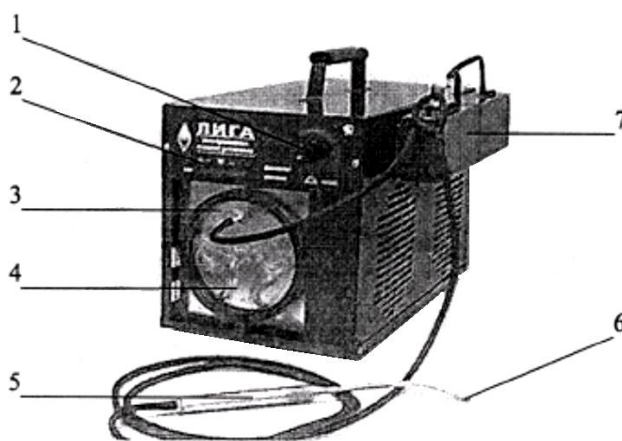
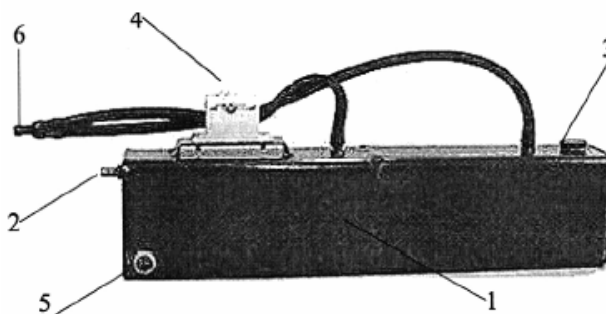

Рис. 1. Внешний вид установки «Лига»
Рис. 2. Внешний вид охладителя-обогапителя.
4.8. Не допускается работа устройства при включенном регуляторе 1 (Рис. 1) и не зажженной горелке.
5.1. Внешний вид установки приведен на **рис. 1**.
Это устройство позволяет дозировать с помощью колеса-регулятора **4** (рис. 2) вводить в газовую смесь пары летучих углеводородов (бензол, бензин, ацетон, спирт и т.п.). Полученная газовая смесь по шлангам поступает в горелку **5** (рис. 2), оснащенную встроенным «сухим» пламегасителем. Количество произведённой газовой смеси, а значит сила пламени, регулируется **регулятором тока**. Если производительность установки не соответствует диаметру сопла горелки или засорены газовые магистрали, то внутри электролизёра увеличивается давление. При превышении давления над 0,4 атм. срабатывает датчик давления, который выключает ток через электролизер, подает непрерывный звуковой сигнал, при этом загорается крайний правый светодиод.
5.2 Внешний вид охладителя-обогапителя приведен на рис. 2.
- 7.1. Ручку регулятора тока 1 (см. рис. 1) вывести в крайнее левое положение (против часовой стрелки).
- 7.3. Заправить охладитель-обогащитель (если это необходимо для работы) углеводородом (например, бензолом, бензином, ацетоном, спиртом). Для этого вывинчивают пробку 3 (рис.2) и в отверстие заливают до 150 мл бензина или другого углеводорода (приблизительно на 1–1,5 ч непрерывной работы). Затем завинчивают пробку на место. По мере работы необходимо доливать углеводород в охладитель-обогащитель.
После включения установки этот уровень должен подняться до необходимого: на 30–40 мм ниже выходного штуцера **3** (рис. 1).
7.6. Убедившись в наличии пузырьков в водяном затворе, поджечь газ, выходящий из сопла горелки **6** (рис. 1).
7.7. *Регулирование количества* вырабатываемого газа осуществляется ручкой регулятора тока **1** (рис. 1).
7.8. *Регулирование степени обогащения* газовой смеси парами углеводорода происходит при перемещении колеса регулятора **4** (рис. 2) из одного крайнего положения в другое. При этом характер и цвет пламени меняется от окислительного (сплошное жёлтое пламя), до восстановительного (голубое пламя). Для сварки стали необходимо добиться, чтобы длина голубого язычка пламени (ядра) достигала длины 4-5 мм. Для сварки рекомендуется устанавливать сопло большего диаметра, для резки – меньшего диаметра.
7.9. *Гасить горелку* нужно, резко сдуть пламя, как при гашении свечи. После этого выключить электролизёр, убрав ток до нуля. Для того чтобы легче было сдуть пламя, нужно **увеличить расход газа** ручкой **1** (рис. 1) и/или перевести колесо регулятора **4** (рис. 2) **в режим наибольшего обогащения** газа парами углеводорода. Если и в этом случае загасить горелку не удастся, надо пережать наизлом шланг между штуцером **3** и охладителем-обогастителем **7** (рис. 1). Будет слышен негромкий щелчок. После этого выключить электролизер.
7.10. ВНИМАНИЕ! Во время работы аппарат нагревается, поэтому во избежание засасывания из охладителя-обогапителя отстоя, бензина и т.д. рекомендуется после каждого выключения электролизера отсоединять шланг от штуцера **3** (рис. 1).
Кроме того, необходимо периодически через сливное отверстие **5** (рис. 2) сливать накопившийся в охладителе-обогастителе конденсат.
Для этого необходимо: вывинтить пробку **7** (рис.3) из заливного (сливного) отверстия и выходной штуцер **3** (рис.1). Завернуть штуцер вместо пробки и слить старый электролит, поставив электролизёр вертикально водяным затвором **4** (рис.1) вверх.
- 8.2.** В водяной затвор **4** через штуцер **3** (рис.1) залить 40-50 мл дистиллированной воды.
Если регулирование состава пламени в соответствии с **п.7.7** ухудшилось или не происходит совсем (что может произойти, например, при опрокидывании *охладителя-обогапителя* или при переполнении его отстоем и тяжелыми фракциями углеводорода), необходимо его **промыть**. Для этого: отсоединяют шланги от всех трёх штуцеров охладителя-обогапителя, вывинчивают пробку **3** (рис.2) и помещают охладитель-обогапитель под струю воды. После заполнения воду выливают. Затем промывку повторяют 2-3 раза.